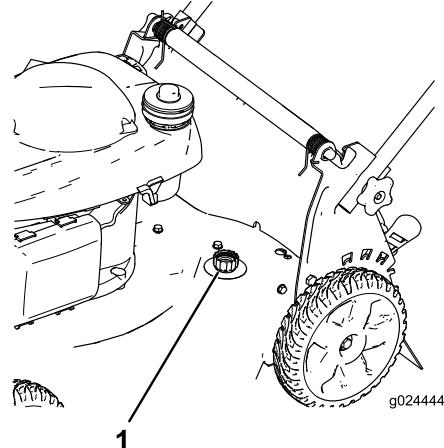

Figure 11
5. Branchez un tuyau d'arrosage, relié à une arrivée d'eau, au raccord de lavage (Figure 11).